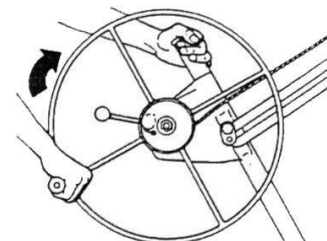

Figure 11
1. Поверните колесо лебедки в направлении, показанном на рис. 11.